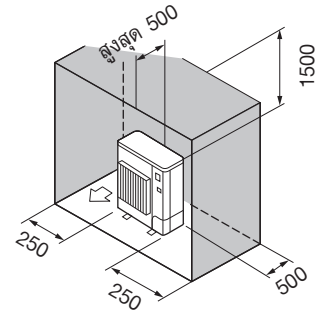

Fig. 2-11
- ⑥ มีลิ่งกีดขวางที่ด้านหลัง ด้านข้าง และด้านบนเท่านั้น (Fig. 2-11)